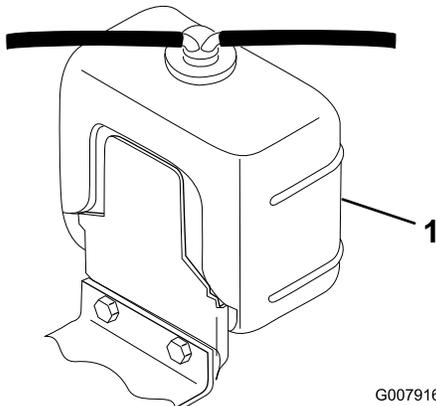

Figura 31
1. Togliete con cautela il tappo del radiatore e il tappo del serbatoio di espansione (Figura 31).
2. Controllate il livello del refrigerante nel radiatore e nel serbatoio di espansione (Figura 31).